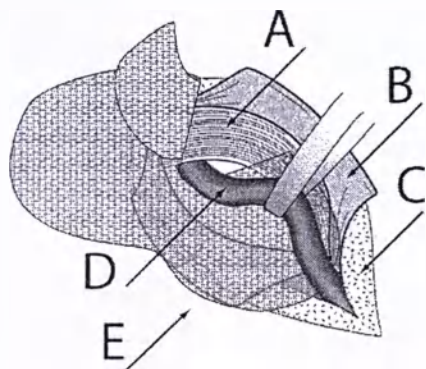

Рисунок 3
- ☐ Расположите семенной канатик в разрезе сетки (см. рис. 3).